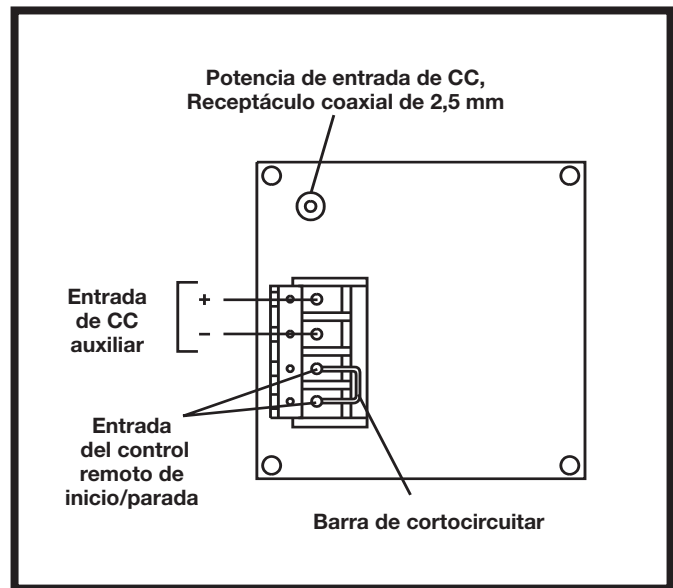

Figura 3. Propulsor de bomba — Panel trasero
El panel trasero, figura 3, contiene un enchufe de potencia de entrada de CC para la conexión de la energía eléctrica primaria y una regleta de barrera de 4 conexiones para la conexión del control remoto de inicio/parada y un suministro de CC auxiliar.
**Control remoto de inicio/parada:** Las terminales 3 y 4 en la regleta de conexiones del panel trasero, figura 3, se utilizan para la operación de inicio/parada por control remoto. El sentido de la bomba y la velocidad no pueden controlarse a distancia. Cuando la unidad funciona en un modo que no es por control remoto, estas terminales se conectan juntas con una barra de cortocircuitar.